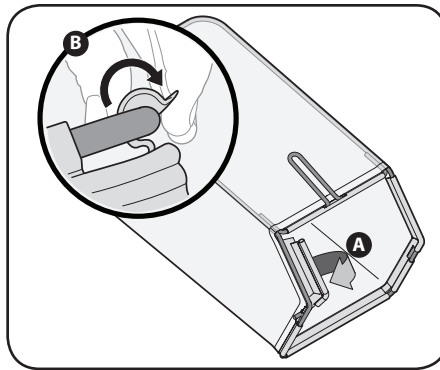

Figure 2-8
- Procédez comme suit pour installer le sac à herbe sur la tondeuse s'il n'est pas déjà installé. Vérifiez que le sac à herbe est bien à l'endroit avant l'assemblage (l'étiquette d'avertissement doit se trouver sur l'extérieur). Voir la Figure 2-8.